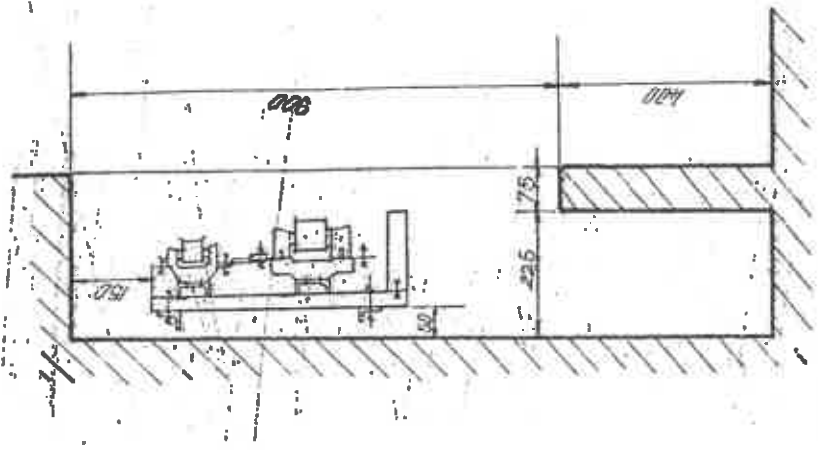

Fig. 47. Montajul principal al contorului de apă.
- fixarea stelașului metalic al firidei pe peretele nișei prin înșurubarea buloanelor de fixare în zid (fig.47);